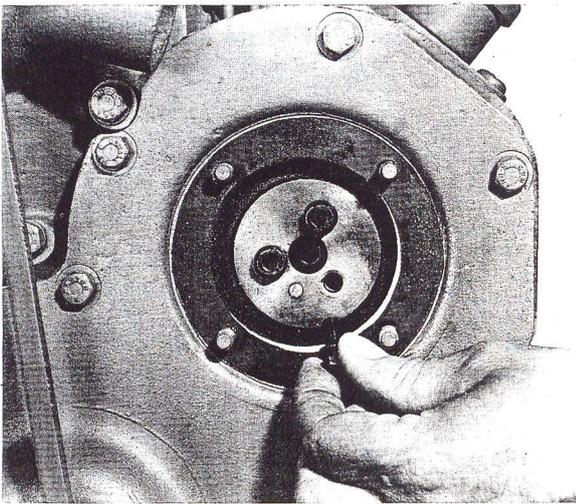

Fig. T10 — Fixation du pignon de pompe d'injection (régulateur mécanique).
5. Enlever les trois vis fixant le pignon de pompe sur la pompe d'injection (fig. T10).